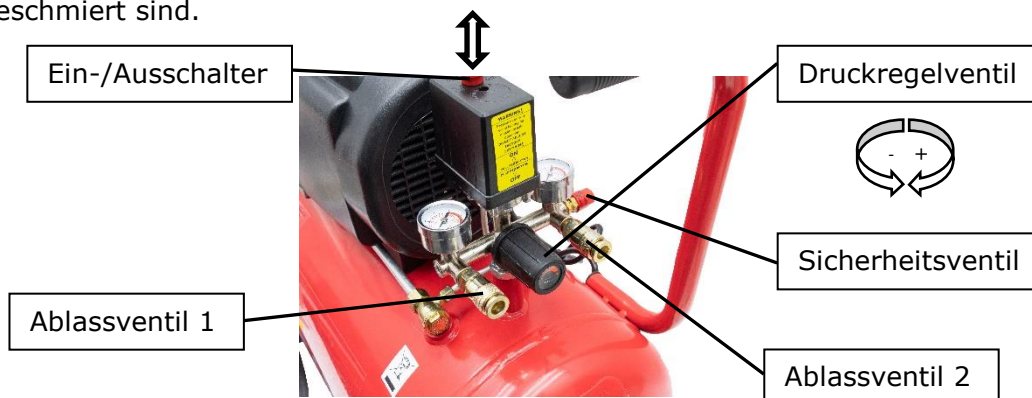

Abbildung 2
Um den Kompressor komplett spannungsfrei zu machen, muss das Gerät über den Schalter (Abb. 2) abgeschaltet sowie durch das anschließende ziehen Sie den Netzsteckers vom Netz getrennt werden.
Arbeiten Sie nie am Stromkreis des Kompressors ohne den Netzstecker abgezogen zu haben. Betreiben Sie den Kompressor ausschließlich mit der vorgeschriebenen Netzspannung. Benutzen Sie keine Kabel länger als 5 m oder mit einem Durchschnitt kleiner als 4 mm². Ziehen Sie zum Ausschalten des Kompressors nie den Netzstecker, sondern betätigen Sie den Geräteschalter „aus“ (Abb. 2). Sollte die Länge der Zuleitung nicht ausreichen wird ein längerer Druckschlauch empfohlen.
Wenn das jeweilige Ablassventil (Abb. 2 1 oder 2) nach dem ausschalten des Motors nicht funktioniert, sollten Sie das Problem sofort beheben. Andernfalls könnte der Motor beschädigt werden, sobald der Kompressor erneut einschaltet. Beachten Sie hierfür die Hinweise zur Behebung von Funktionsstörung im Kapitel 8 dieser Anleitung.
Starten Sie den Kompressor, indem Sie den Ein- /Ausshalter (siehe Abb. 2) hochziehen.
Der Ausgangsdruck kann über dem Einstellungsventil angepasst werden. Ziehen Sie den Knopf nach oben und drehen Sie ihn gegen oder mit dem Uhrzeigersinn um den Druck verringern oder zu erhöhen (Abb. 2).
Zum Abschalten des Kompressors betätigen sie den Schalter der Abbildung 2.
2. Öffnen Sie die Wasserablass-Schraube an der Unterseite des Kessels (Abb. 2 Pos.7).
3. Schalten Sie den Kompressor ein, indem Sie den Ein-/Ausschalter (Abb. 2) hochziehen.
Drehen Sie das Einstellrad des Druckminderers (siehe Abb. 2) in Richtung + (plus), um den Arbeitsdruck erhöhen.
Drehen Sie das Einstellrad des Druckminderers (siehe Abb. 2) in Richtung – (minus), um den Arbeitsdruck zu reduzieren.
Drücken Sie zum Abschalten des Kompressors den Ein-/Ausschalter (siehe Abb. 2) nach unten. Das Gerät darf niemals durch Ziehen des Netzsteckers abgeschaltet werden.
2. Schalten Sie den Kompressor ab, indem Sie den Druckschalter (Abb. 2) nach unten drücken.